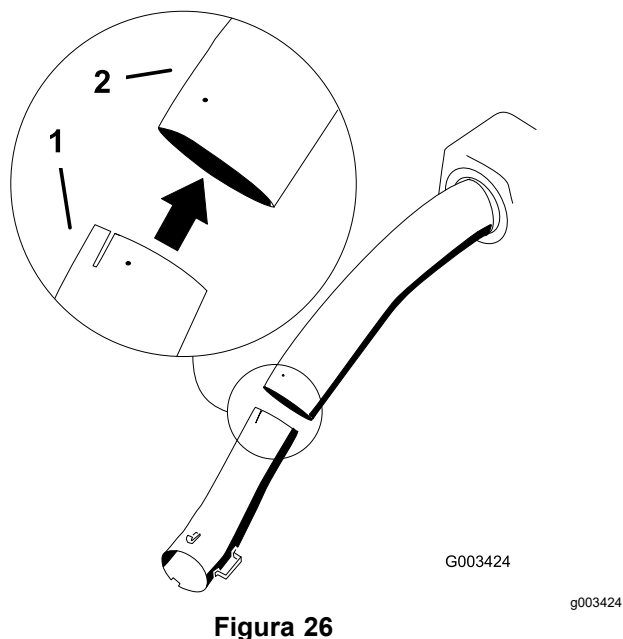

Figura 26
8. Installate il tubo inferiore nel tubo superiore (Figura 26).